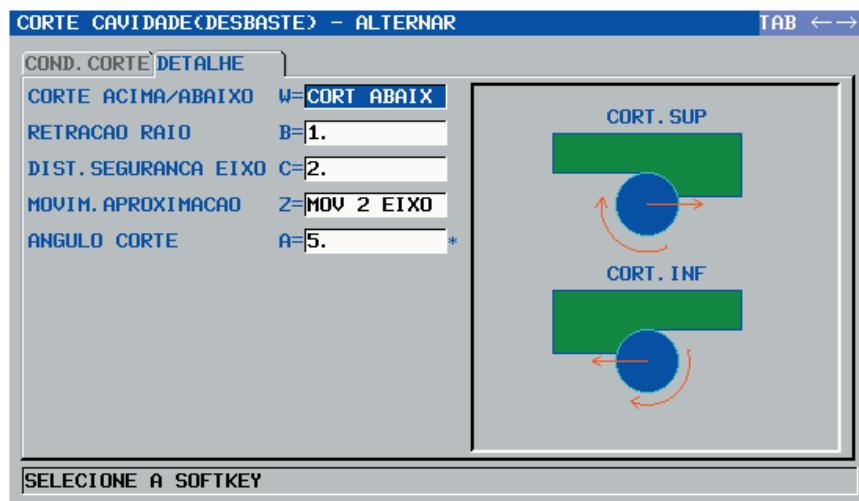

Figura 55 - Janela “DETALHE” - Ciclo de Cavidade
- Preencher os campos conforme a figura 55